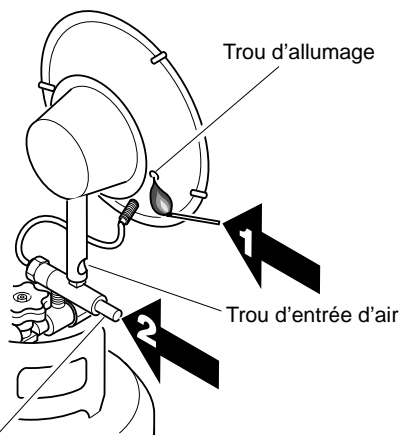

Figure 3
2. Tourner le bouton du détendeur de l'appareil de chauffage dans le sens antihoraire, jusqu'à la position " fort " (HI).
3. **MISE EN GARDE : Pour l'allumer, se tenir sur le côté de l'appareil de chauffage ; ne pas se tenir devant.** Repérer le trou d'allumage sur le dessous du brûleur (voir fig. 3). Tenir une allumette enflammée sous le trou d'allumage.
**ATTENTION : Ne pas introduire d'allumette dans les trous d'entrée d'air du tube de mélange.** Enfoncer le plongeur de la valve de sécurité (voir fig. 3). **MISE EN GARDE : Ne pas enfoncer le plongeur de la valve de sécurité avant d'avoir introduit l'allumette enflammée.** Le brûleur doit s'allumer. La grille du brûleur devient rouge lorsqu'il est allumé. Une fois le brûleur allumé, continuer à maintenir enfoncé le plongeur de la valve de sécurité pendant 10 à 30 secondes, jusqu'à ce que l'appareil de chauffage reste allumé.